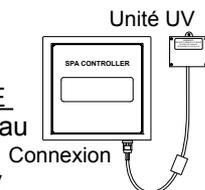

Figure 2
1. Mettre le disjoncteur du spa hors tension. VIDER LE SPA. Débrancher le système CLEARRAY du panneau de contrôle, Figure 2.